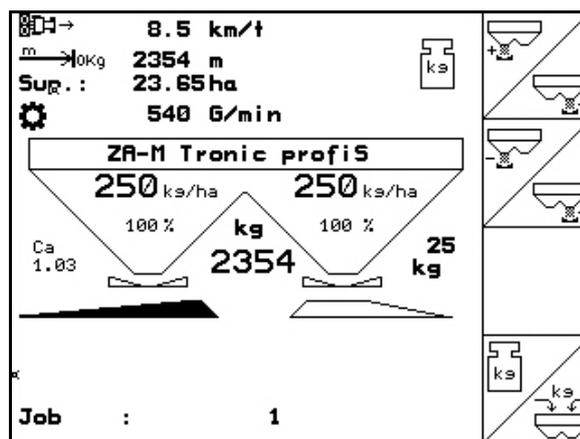

Fig. 26
- L'indicazione (Fig. 26/1, 2,3) scomparirà.
- Lo spargimento proseguirà con il fattore di calibrazione visualizzato (Fig. 26/1).